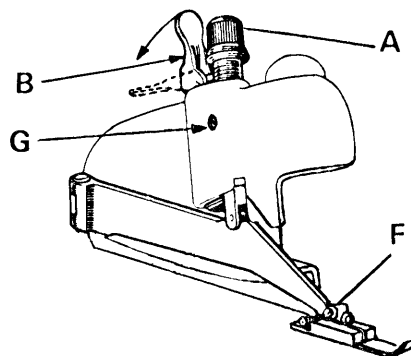

fig. 18
b) Cambio ago (fig. 18)
c) Posizionamento e regolazione pressione del piedino (fig. 18)